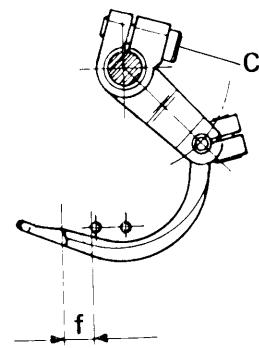

Fig. 19
2. (quota 'f'). Per ottenere la quota 'f' allentare la vite C (fig. 19) e ruotare il porta
2. (distance "f") To obtain distance "f", slacken screw C (fig. 19) and turn looper